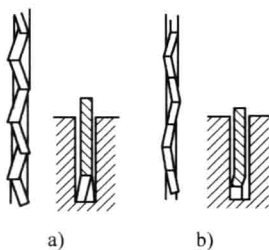

图 2-4 锯齿的排列
(2) 锯路 在制造时, 锯条上的全部锯齿按一定的规则左右错开, 排列成一定的形状, 称为锯路。锯路有交叉形、波浪形等, 如图 2-4 所示。锯路的作用是使锯缝大于锯条背部的厚度, 锯削时, 减少锯条与锯缝的摩擦力, 便于排屑。